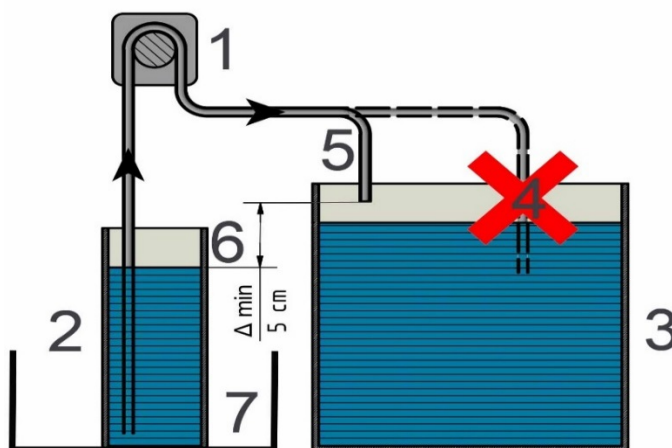

Fig. 1: Instrucciones de seguridad:
Las bombas (1) son autocebantes y siempre deben colocarse de acuerdo con la Fig. 1. Este es el único modo de evitar el vaciado total del recipiente (2). Se recomienda mantener las mangueras lo más cortas que sea posible (altura máx del agua 2 m = 0.2 bar), sin embargo, el tubo del lado de succión ha de llegar al fondo del contenedor (2). Para evitar el refluo, tenga cuidado de que la manguera de dosificación no queda dentro del agua del acuario (4). El nivel de agua en el contenedor (6) siempre tiene que estar por debajo del extremo del tubo de dosificación (5). El nivel del agua en el filtro / acuario (3) no es importante cuando se respetan estas instrucciones.